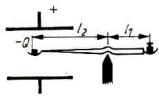

Bild 43
- 8.7 Mit einer Vorrichtung nach Bild 43 soll die Ladung  $Q$  bestimmt werden. Die Ladung ist auf einem kleinen Metallhohlkörper konzentriert, der auf einer nichtleitenden Waagschale liegt. Liegt an den Platten die Spannung  $U$ , stellt das Wägestück  $m$  auf der äußeren Waagschale das Gleichgewicht her. Bei ausgeschaltetem Feld wird für die Erhaltung des Gleichgewichtes der Waage die Masse  $m + \Delta m$  benötigt. Berechnen Sie die Ladung.